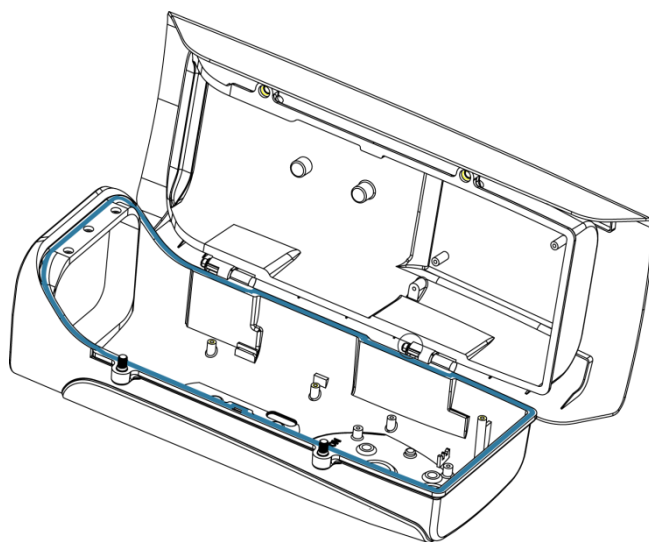

Рисунок 6.2
**ВНИМАНИЕ!** Перед тем, как закрыть корпус, убедитесь, что герметизирующая прокладка находится в правильном положении (рис.6.2). В противном случае, это может повлиять на герметичность корпуса.